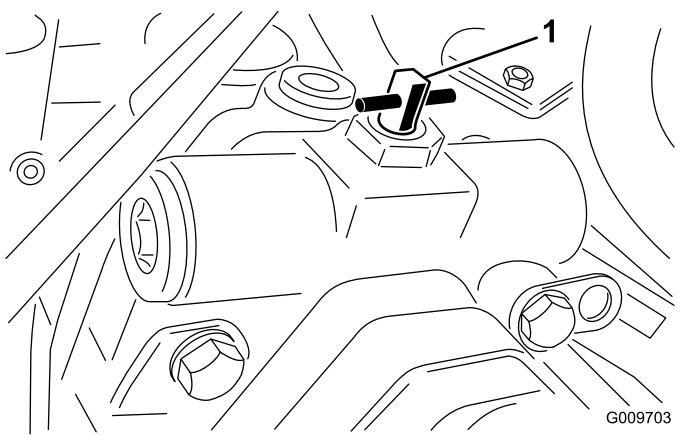

Рисунок 63
3. Поверните перепускной клапан на 90° (1/4 оборота) в любом направлении, чтобы открыть его и обеспечить внутренний перепуск масла (Рисунок 63).
- Поверните перепускной клапан на 90° (1/4 оборота) в любом направлении, чтобы открыть его и обеспечить внутренний перепуск масла (Рисунок 63).